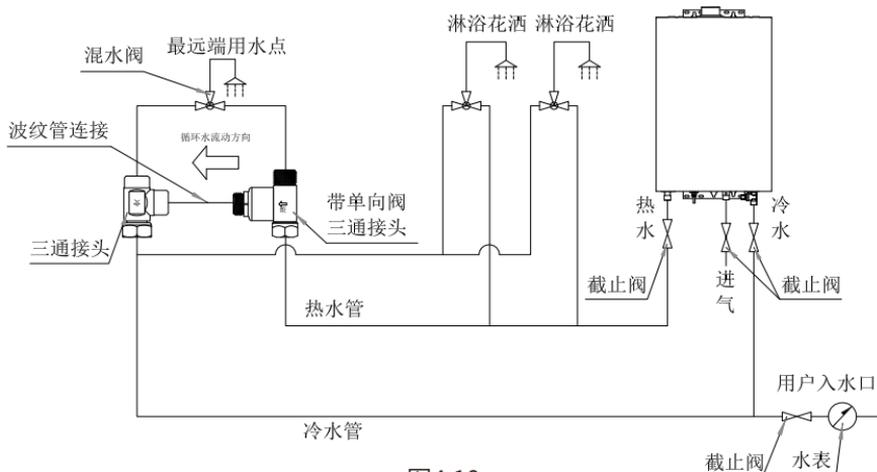
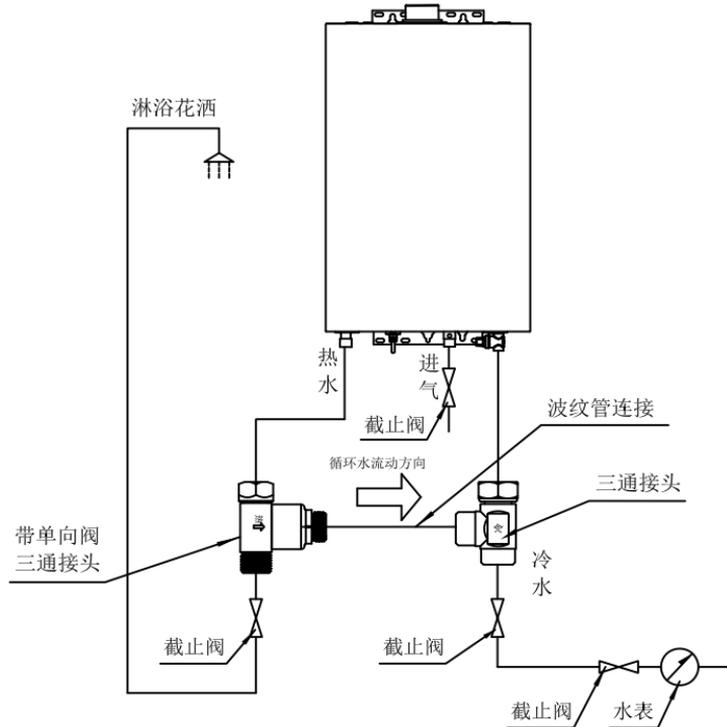

图4.10
图5.8
- 若用户既没有预埋回水管，也没有预埋用于混水的冷水管，以上两种安装方式都无法实现，用户则无法使用预热巡航功能。但热水器预置的防冻功能依然可以实现，安装方式参照第 17 页，第五章“5.3.5 防冻功能”中的图 5.8。
该功能为系统内部预置的功能，当循环管内水温达到快要结冰的温度时，系统内水泵与燃气热水器会适时工作或点火加热，有效防止水管结冰。该功能是通过适时启动水泵或点火加热来实现防冻的，请务必确认热水器处于通电通气通水且接好了循环管路，循环管路的安装方式可参照第6至7页的图4.10或图4.11，若不使用零冷水功能，请参照本页图5.8的安装方式安装热水器。若长期不使用热水器或断电，请排空热水器里的水防冻，具体可参照第16页“七、防冻注意事项”。